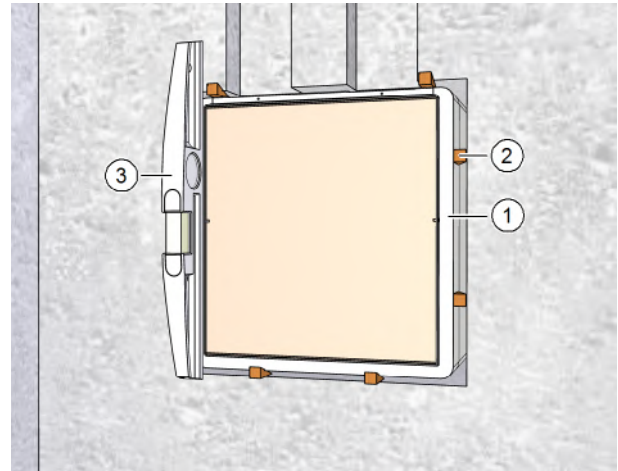

Abb. 20: Mauerkasten fixieren
- ▶ Fixieren Sie den Mauerkasten (Pos. 1 in Abb. 20) mit Keilen bzw. Luftkissen (Pos. 2 in Abb. 20) im Mauerdurchbruch.
- ▶ Richten Sie mit Hilfe der Wasserwaage (Pos. 3 in Abb. 20) den Mauerkasten lotrecht und bündig zur Wand aus.